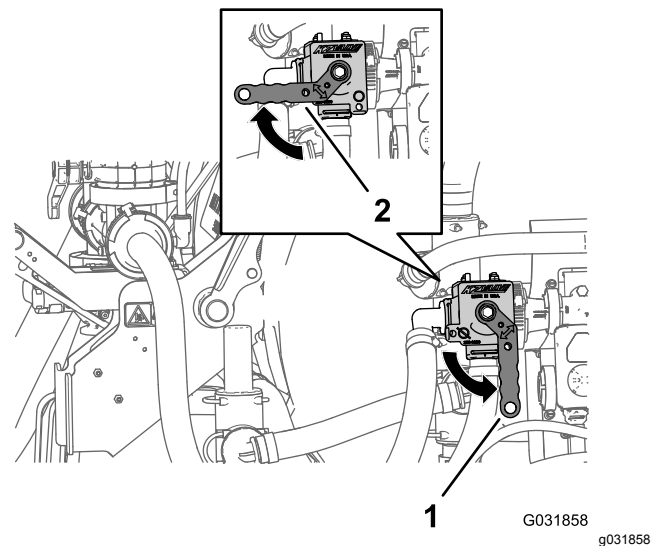

Figure 248
4. Ouvrez la vanne de coupure de produit du mélangeur en tournant la poignée dans le sens antihoraire à la position OUVERTE (Figure 248).
Remarque: Pour couper l'arrivée de produit dans le mélangeur, tournez la poignée de la vanne de coupure de produit de 90 degrés dans le sens horaire à la position FERMÉE (Figure 248).